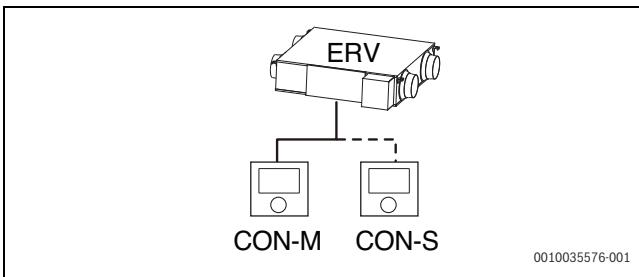

Bild 16 Autarkes ERV-Gerät
- Einzelnes ERV-Gerät, das durch einen oder zwei Raumregler (Master/Slave) angesteuert wird (→ Abb. 16).